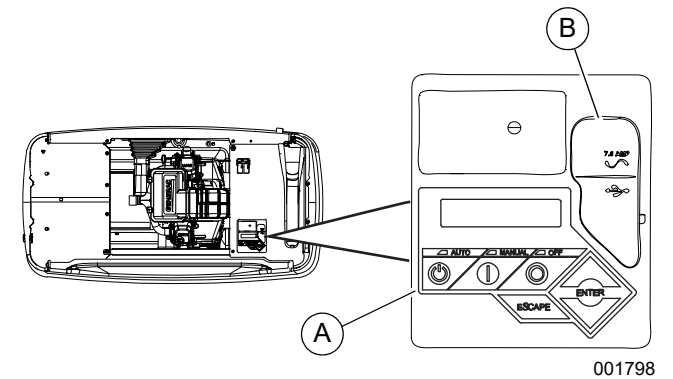

Figure 3-8. Tableau de commande de la génératrice
Voir Figure 3-8. Le tableau d'interface de commande (A) se trouve sous le capot supérieur de l'enceinte. Vérifier que les verrous latéraux droit et gauche sont tous deux déverrouillés avant d'essayer de soulever le capot de l'enceinte. Ouvrir le capot comme indiqué sous Ouvrir le capot supérieur.